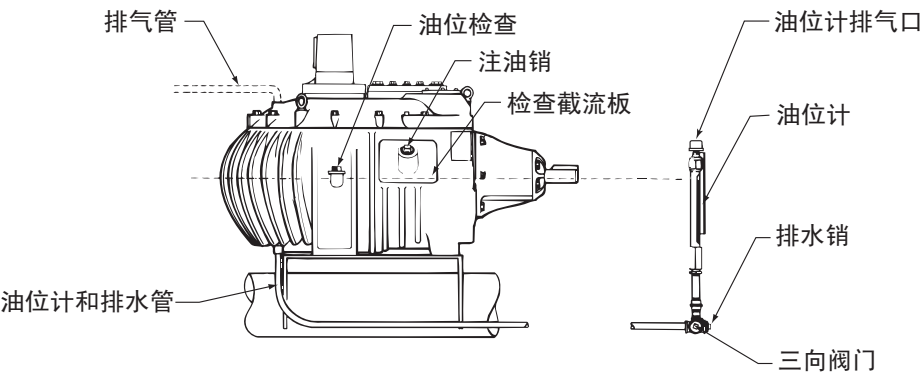
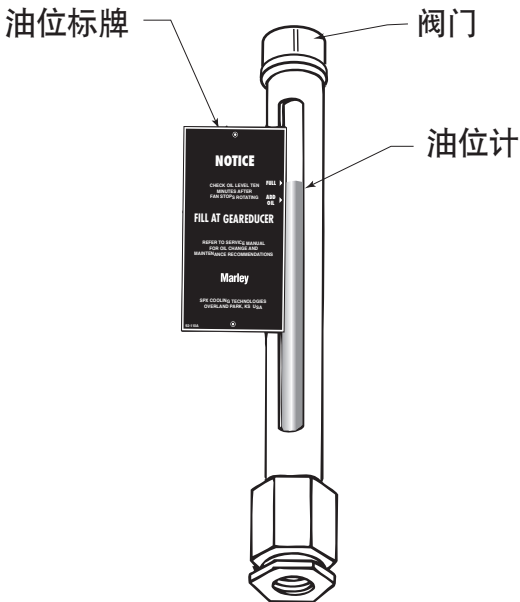

图 4 维修配件
图 5 油位计装配
通过拆卸放油塞来排放齿轮减速箱的油。位置请参见图4。如果安装了外置油尺/油位计，请拆除该位置的放油塞，以便给整个系统排油。
检查完成后，用18.5加仑（70升）油加入齿轮减速箱。位置请参见图4。如果齿轮减速箱配备了外部量尺/油位计，则需要额外的3至4夸脱润滑油。加注过程中，确保齿轮减速箱上的排气口（以及外部量尺/油位计，如果有的话）没有堵塞。确认油位计/排油管已满，连接处没有任何泄漏。
1. 从减速机检查截留板的开口处注入机油，直到油位达到减速机外壳和油位计上的“满油位”标记处。请参见图 4 和图 5。插上油销。